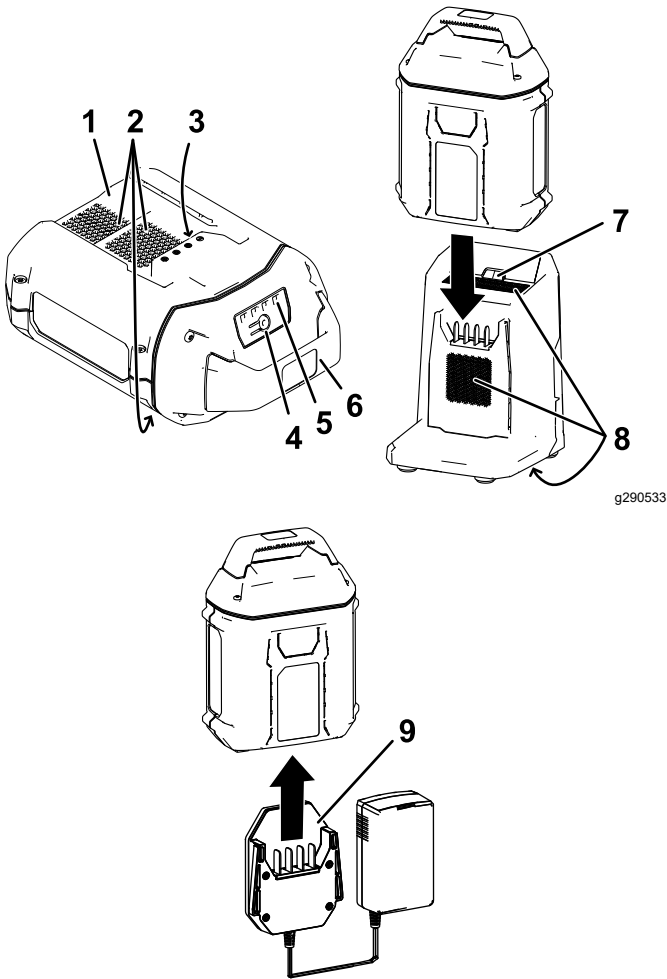

Figure 20
2. Placez le creux de la batterie (Figure 20) devant la languette du chargeur.
3. Glissez la batterie dans le chargeur jusqu'à ce qu'elle soit complètement enclenchée (Figure 20).